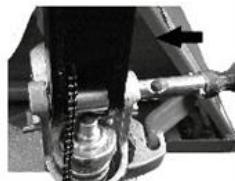

Fig. 6: Insertar el perno
- a. Introducir la barra timón (1) en el pistón de la bomba. Introducir el perno con los orificios golpeándolo con un martillo desde la derecha para unir los dos grupos constructivos (fig. 6)